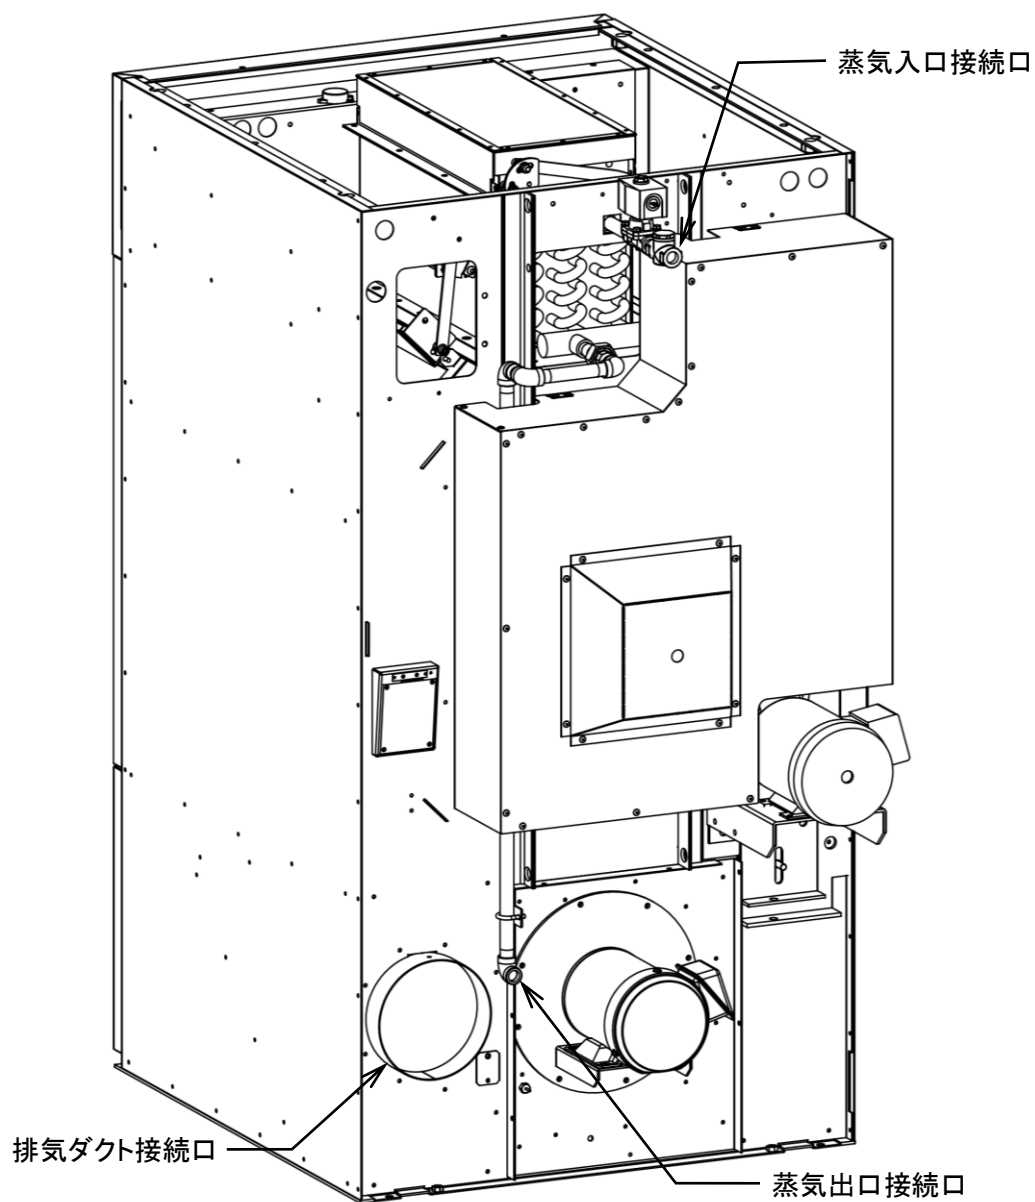

図 5-1
- ・ 蒸気入口接続口及び蒸気出口接続口に配管を接続します。(図 5-1)
- ・ 排気ダクト接続口にダクトを接続します。外形は  $\phi 198\text{mm}$  です。(図 5-1)